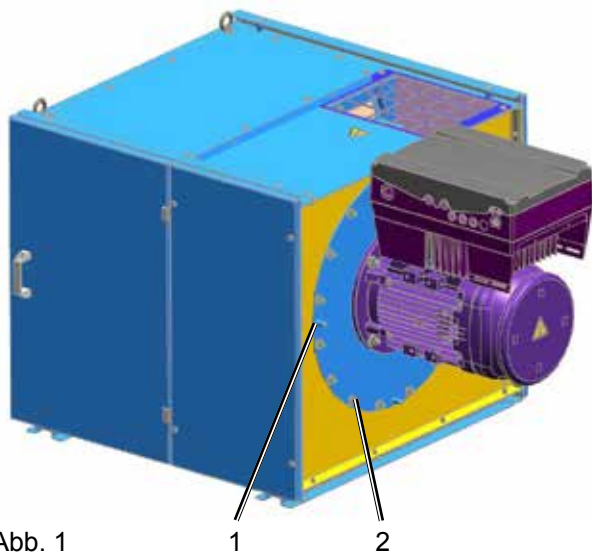

Abb. 1
- Antes da substituição do rolamento, desmontar o motor completo com placa. (Fig. 1)